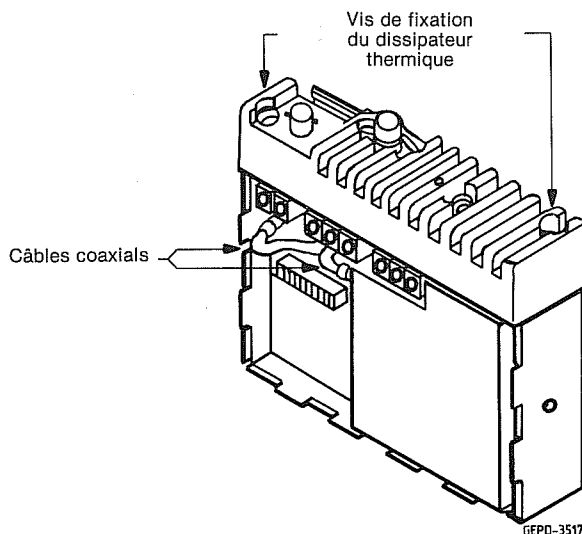

Figure 12
(2) Débranchez les deux câbles coaxiaux de la platine HF (voir figure 12).
(3) Désérrez les vis de montage du dissipateur thermique (voir figure 12) et sortez-le du châssis en tirant dessus, en faisant attention de bien faire passer les câbles coaxiaux par leurs trous dans le châssis.